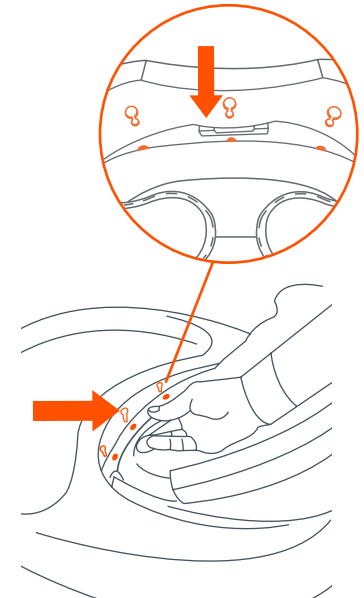

Fig. 4
- 4) • Connect the seat fabric by inserting the plastic button pins into the upper, larger openings. Then push them firmly downwards until they SNAP into position (Fig. 4).
- Conecte la tela del asiento insertando los botones de plástico en las aberturas superiores más grandes. Luego empujuelos firmemente hacia abajo hasta que encajen en su posición (Fig. 4).